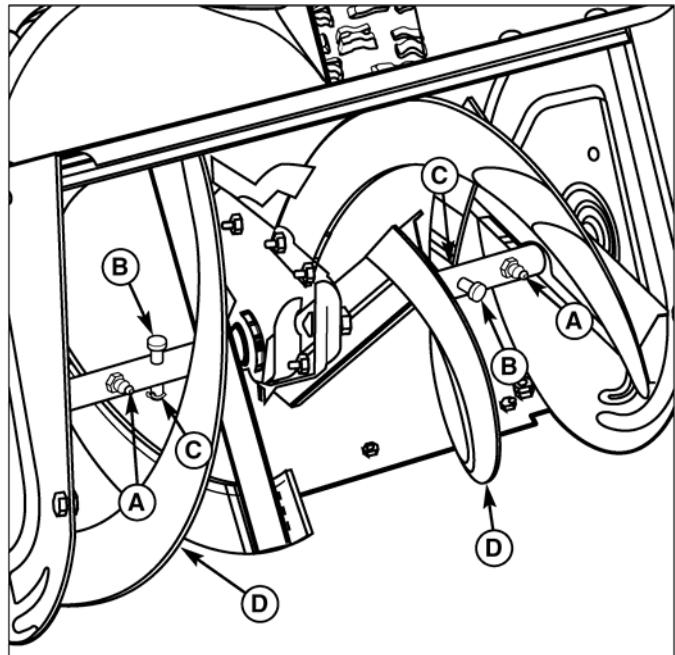

Рис. 19. Смазка вала шнека
1. Выньте шплинт (C, рис. 19) и срезной штифт (B).
2. Используя масляный шприц или нагнетатель, выдавите смазку в фитинг (A).
3. Поверните шнек (D) несколько раз, чтобы равномерно распределить смазку. Повторите шаг 2.
4. Установите штифт (B) на место и закрепите шплинт (C).